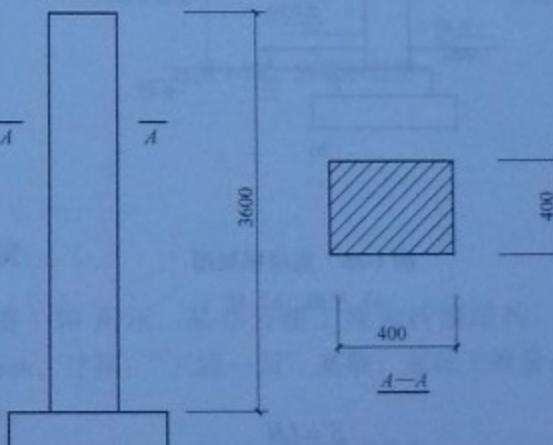

图 1-27 独立柱示意图
**【例 1-27】** 如图 1-27 所示，计算独立基砖柱砌筑脚手架工程量。